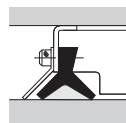

Рис.2 Усиленный грязесъемник
- (3) В местах, где возможно попадание стружки или окалины от сварки, необходимо предусмотреть укрытие для защиты от загрязнений, как например, гофрозашиту или телескопический чехол, либо грязесъемник, усиленный металлической пластиной, как показано на Рис. 2.